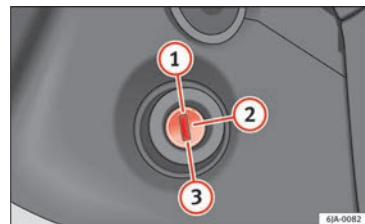

Abb. 173 Positionen des Zündschlüssels
- Während der Fahrt mit stehendem Motor muss der Zündschlüssel immer in der Stellung ② » **Abb. 173** » Seite 162 (Zündung eingeschaltet) sein. Diese Stellung wird durch Aufleuchten von Kontrollleuchten signalisiert. Wenn das nicht der Fall ist, könnte es unerwartet zur Verriegelung der Lenkung kommen - Unfallgefahr!
- Der Anlasser darf nur betätigt werden (Zündschlüsselstellung ③) » **Abb. 173** » Seite 162), wenn der Motor steht. Wird der Anlasser bei eingeschaltetem Motor betätigt, kann er beschädigt werden.
- Kupplungspedal ganz durchtreten und Motor starten  **Abb. 173**  Seite 162, ohne das Gaspedal zu betätigen. Halten Sie das
Den Motor schalten Sie durch Drehen des Zündschlüssels in Stellung  **Abb. 173**  Seite 162 aus.